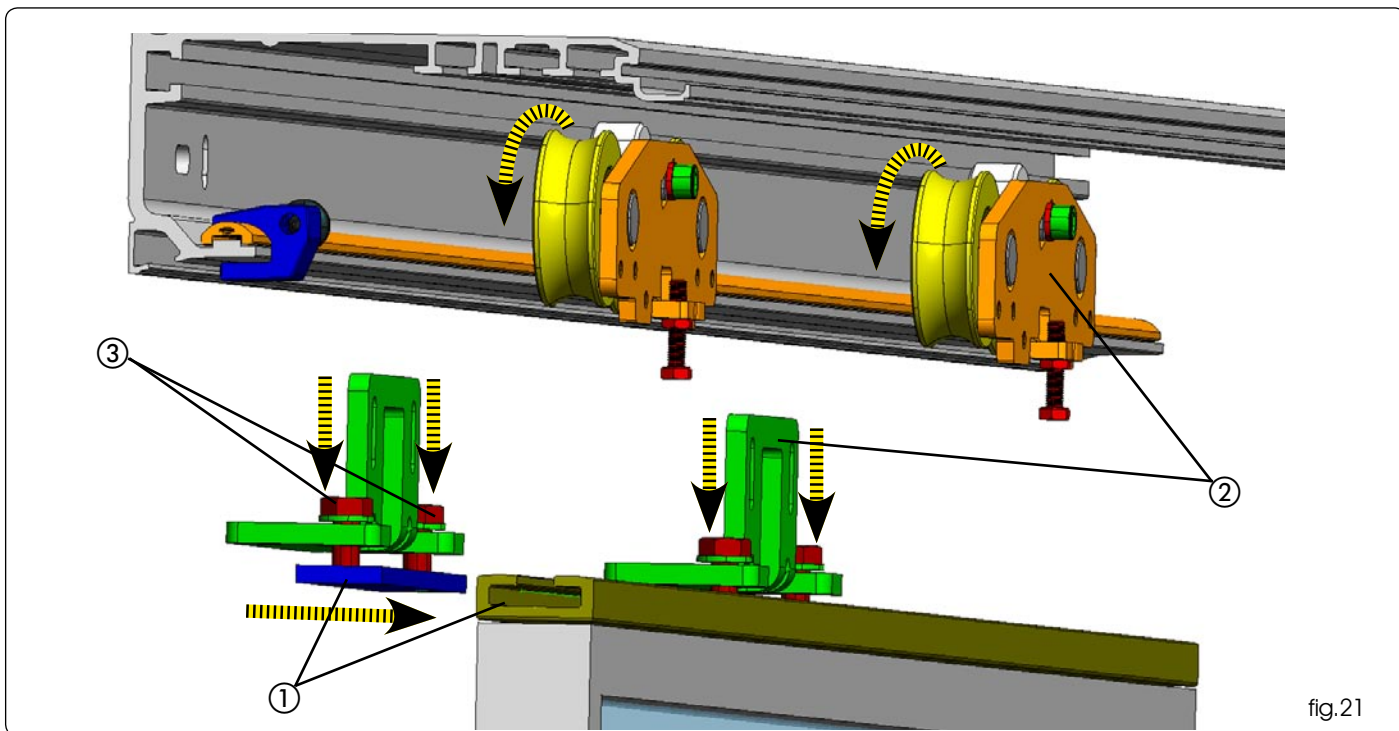

fig.21
in seguito montare la piastra superiore del carrello sul profilo di scorrimento fig 21 rif. ② e la piastra inferiore del carrello inserirla nel profilo attacco anta fig 21 rif.① e fissarla con i bulloni fig 21 rif. ③ .